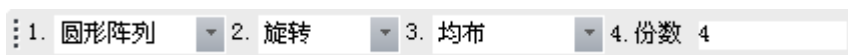

图 4-35 立即菜单 1
- 1) 执行阵列命令弹出立即菜单，按当前立即菜单和操作提示要求，可以进行一次圆形阵列的操作，其阵列结果为阵列后的图形均匀分布，份数为 4，见图 4-35。